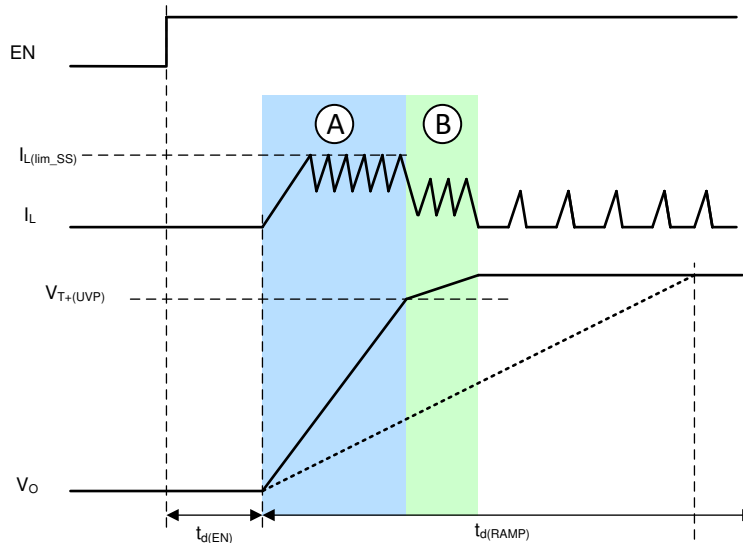

図 7-1. 標準的なソフトスタート動作
TPS631012 と TPS631013 には、レジスタ CONTROL2 の FAST\_RAMP\_EN ビットで制御される 2 つの起動メカニズムがあります。図 7-1 に、代表的な起動ケース(低出力負荷、標準的な出力容量)を示します。
- FAST\_RAMP\_EN = 1 の場合、高速ランプ モードがイネーブルされます。出力ランプの動作を、図 7-1 の実線  $V_o$  として示します
- FAST\_RAMP\_EN = 0 の場合、高速ランプ モードはディセーブルされます。出力ランプの動作を、図 7-1 のダッシュライン  $V_o$  として示します
高速ランプモードが有効になっている場合、コンデンサの容量がランプ時間  $t_{d(RAMP)}$ として選択された容量よりも低い値に選択されている場合、デバイスはインダクタのピーク電流を制御して突入電流を制限し、可能な限り最速のソフトスタートを確実にします。その後、出力電圧は、リファレンス電圧ランプよりも速く上昇します(図 7-1 の位相 A を参照)。出力オーバーシュートを回避するために、出力が目標電圧に近づくとき電流クランプは非アクティブとなり、電圧ランプによって指定された基準電圧ランプのスルー値に従います。これは、起動が完了する電圧ランプです(図 7-1 の位相 B を参照)。電流クランプ動作からの遷移は、 $V_{T+}(UVP)$  スレッショルド(一般に目標出力電圧の 90%)によって検出されます。位相 B の後、出力電圧は公称目標電圧に十分に安定化されます。電流波形は、出力負荷と動作モードによって異なります。スタートアップ時の電流制限には 2 つの方法があり、レジスタ CONTROL2 の CL\_RAMP\_MIN ビットで制御されます。
- CL\_RAMP\_MIN = 0 の場合、起動時の標準電流制限(図 7-1 の位相 A)は 500mA です
- CL\_RAMP\_MIN = 1 の場合、起動時の標準電流制限(図 7-1 の位相 A)は 1000mA です